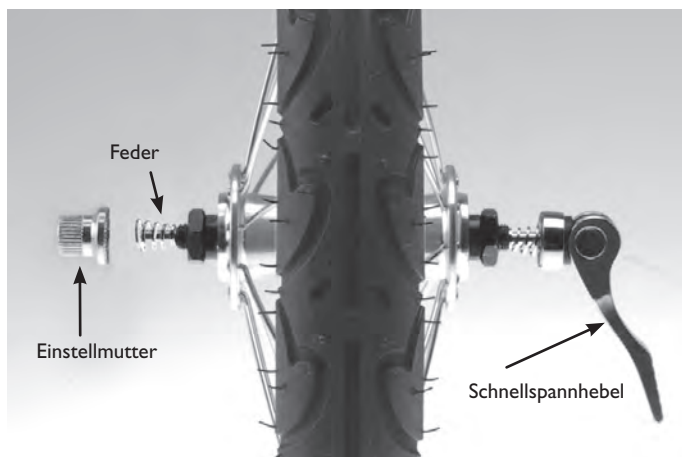

Abbildung 10
1. Stecken Sie die Schnellspannachse durch die Nabe des Laufrads. Stellen Sie sicher, dass sich auf beiden Seiten der Nabe jeweils eine Feder befindet (s. Abbildung 10).
2. Ziehen Sie die gerändelte Einstellmutter locker an (s. Abb. 10).